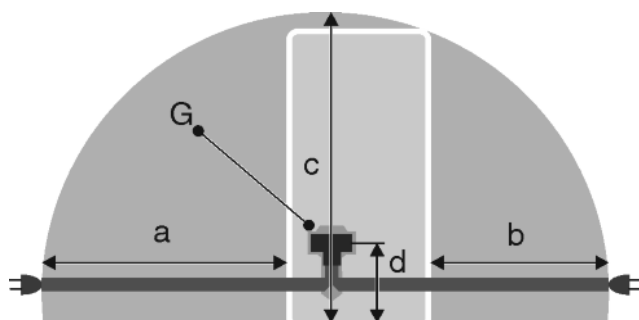

Fig. 43
- Розетка находится вне зоны задней стенки в данной зоне. Fig. 43 (a, b, c)
- ▶ Штекер устройства Fig. 43 (G) подсоединить с задней стороны устройства. Следить за правильной фиксацией.